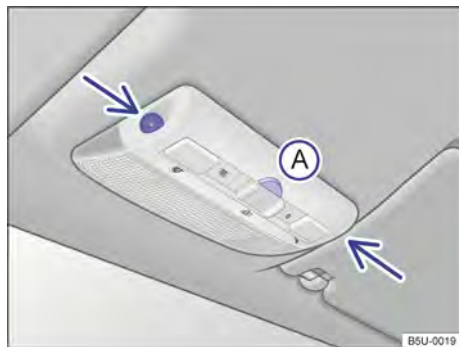

Fig. 48 No console do teto: sensores de monitoramento do interior do veículo e tecla (A) para desligar o monitoramento do interior do veículo.
O monitoramento do interior do veículo dispara o alarme com o veículo travado, se reconhecer movimentos no interior do veículo. O sensor e o receptor estão localizados no conjunto da lanterna de leitura → Fig. 48 (setas).
- Pressionar a tecla → Fig. 48 (A). No painel de instrumentos, a luz de controle se acende.